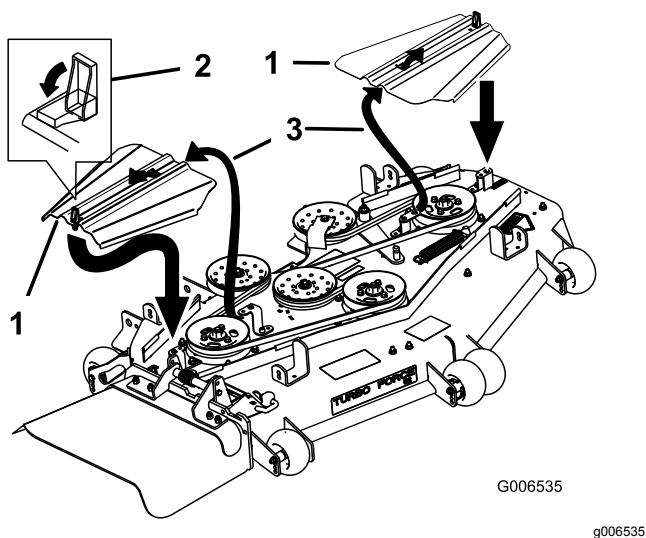

Figura 89
12. Instale las cubiertas de las correas deslizando la cubierta sobre la pestaña, instale los pernos y cierre los enganches (Figura 89).